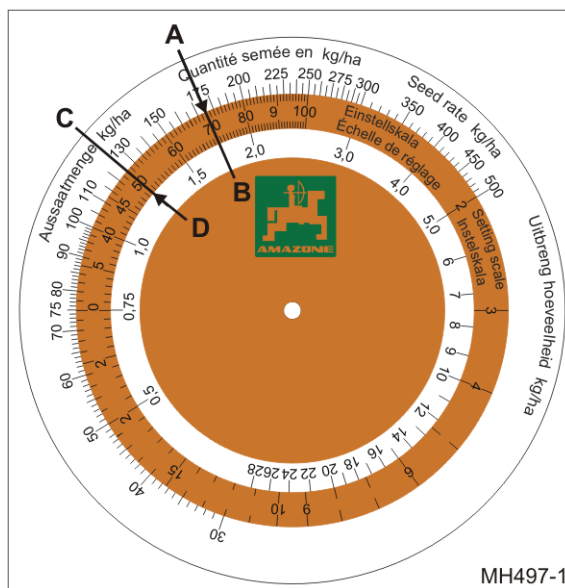

Fig. 88
- o errechnete Aussaatmenge 175 kg/ha (Fig. 88/A)
- o Getriebestellung 70 (Fig. 88/B) auf der Rechenscheibe übereinander stellen.
2. Die Getriebestellung für die gewünschte Aussaatmenge von 125 kg/ha (Fig. 88/C) auf der Rechenscheibe ablesen.
- Getriebestellung 50 (Fig. 88/D).